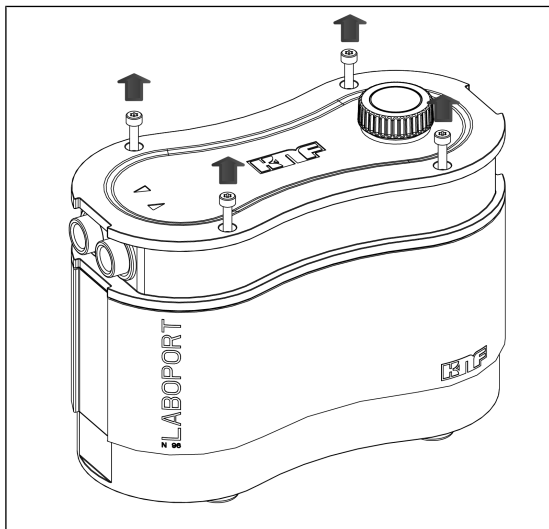

Fig.8: Loosening housing screws
1. Loosen the four housing screws (Fig. 7/1) und entnehmen Sie diese aus dem Gehäusedeckel (2) (see Fig. 8).